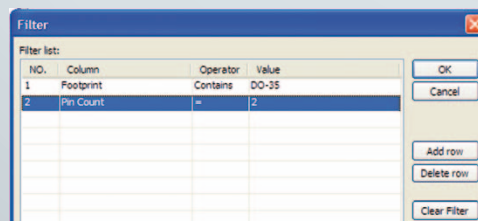
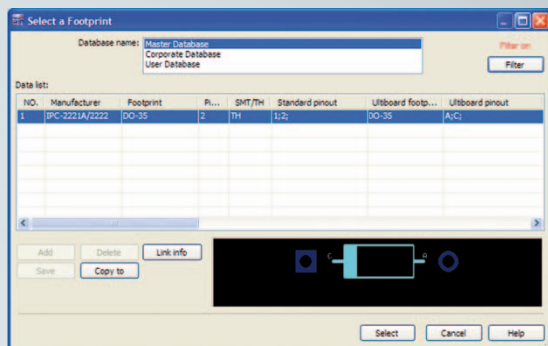

Fig. 12
Fig. 13 - Il contenitore scelto per il nostro zener.
Fase 2. Stabiliamo che si tratta di un componente con una singola sezione (se fosse un integrato potremmo avere più sezioni: ad esempio un quadruplo operativo) e il numero dei piedini e poi clicchiamo sul pulsante **Select Footprint**. Potremo così selezionare il contenitore voluto; l'elenco è molto lungo e la ricerca può risultare difficile, pertanto dopo avere selezionato la libreria originale di Multisim **Master Database** cliccheremo su **Filter** (Fig. 12). Con il pulsante **Add row** potremo assegnare i dati che ci servono (indicati in figura) e con **OK** arriveremo al contenitore voluto (Fig. 13). A questo punto, con il pulsante **Select** inizieremo la Fase 3.
Fase 5. Assegneremo ai simboli dei pin i corrispondenti valori numerici (Fig. 16) e poi faremo clic su **Next**; potete ricavare la corrispondenza numerica dei pin ai simboli A e C (K) dalla Fig. 13.